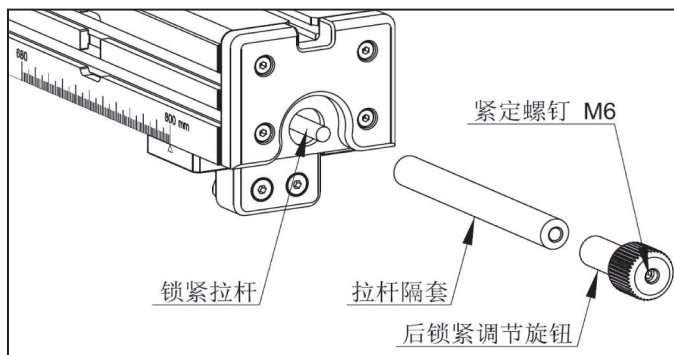

图 6-17
① 如图 6-17，松开 M6 紧定螺钉，旋下“后锁紧调节旋钮”。
② 将拉杆隔套装在锁紧拉杆上，装回“后锁紧调节旋钮”。M6 紧定螺钉可暂不锁紧，便于后续调整锁紧力。